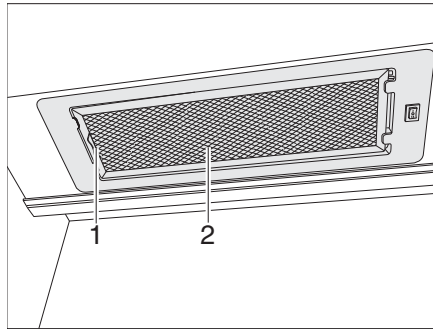

Bild 156 Spisfläkt
- Tryck spaken (Bild 156,1) inåt.
- Avlägsna filtret (Bild 156,2) nedåt.